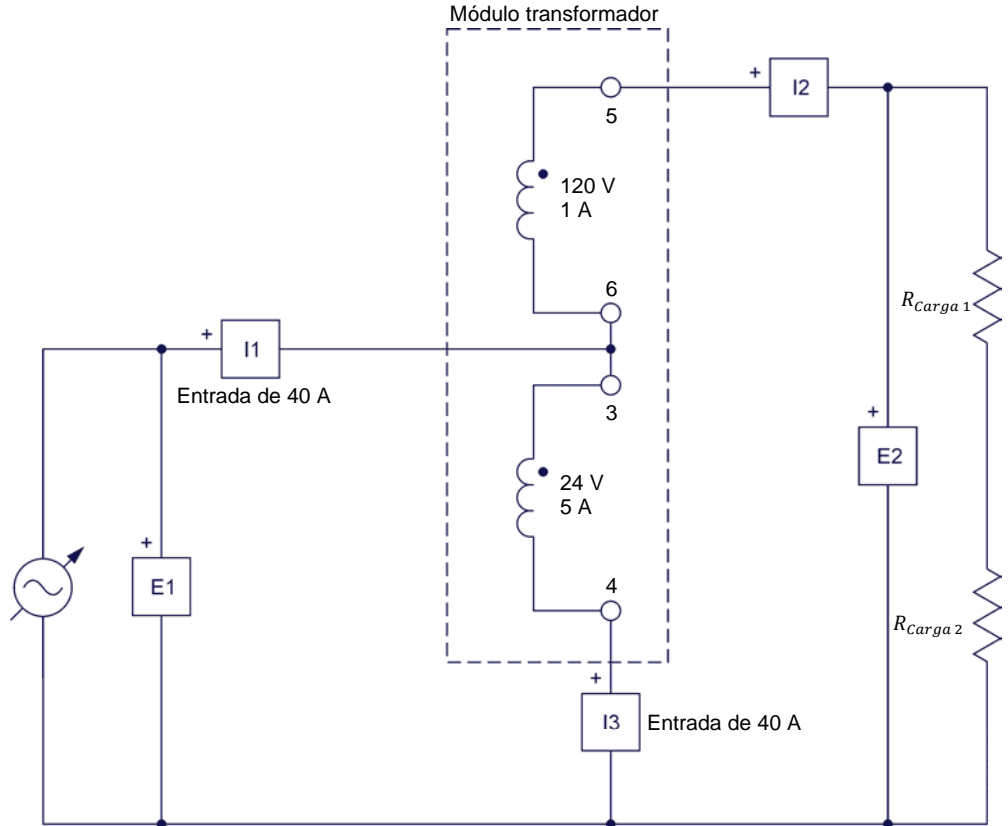

Figura 43. Autotransformador elevador conectado a dos cargas resistivas.
28. Conecte el equipo como se muestra en la figura 43. Observe que la carga resistiva consiste en dos resistores (R_{Carga1} y R_{Carga2}) conectados en serie. Conecte dos bancos de resistores de la **Carga resistiva** en paralelo para implementar el resistor R_{Carga2} .
37. Determine cuál sería la potencia nominal de un transformador convencional de 24 V: 120 V o 120 V: 24 V construido con los mismos dos arrollamientos que los empleados para armar el autotransformador elevador de la figura 43.